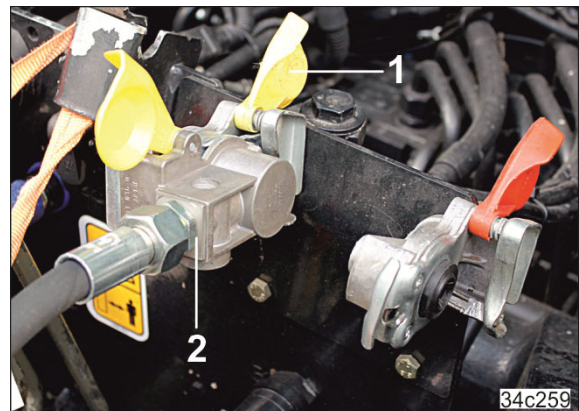

Fig. 105
4. Die Kappen (Fig. 105/1) der Kupplungsköpfe am Traktor öffnen.
7. Den Kupplungskopf der Bremsleitung (gelb) vorschriftsmäßig in der gelb markierten Kupplung (Fig. 105/2) am Traktor befestigen.